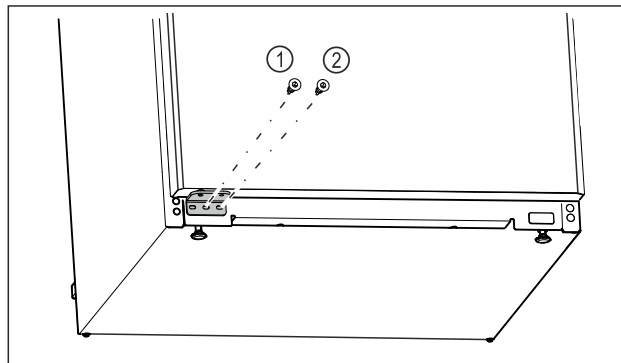

Fig. 18
- ▶ Stringere la vite centrale del blocco di supporto Fig. 18 (1) con un cacciavite Torx 20.
- ▶ Stringere la vite interna del blocco di supporto Fig. 18 (2) con un cacciavite Torx 20.